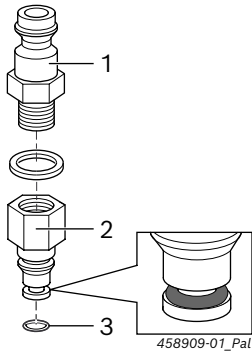

Fig. 2: Montaje adaptador de retorno 1 687 016 138
1. Atornillar y apretar la boquilla de acoplamiento (Fig. 2, pos. 1) con el anillo de junta plana (A10 x 13,5) en el adaptador (Fig. 2, pos. 2).
2. Deslizar el anillo toroidal (Fig. 2, pos. 3) en la ranura.